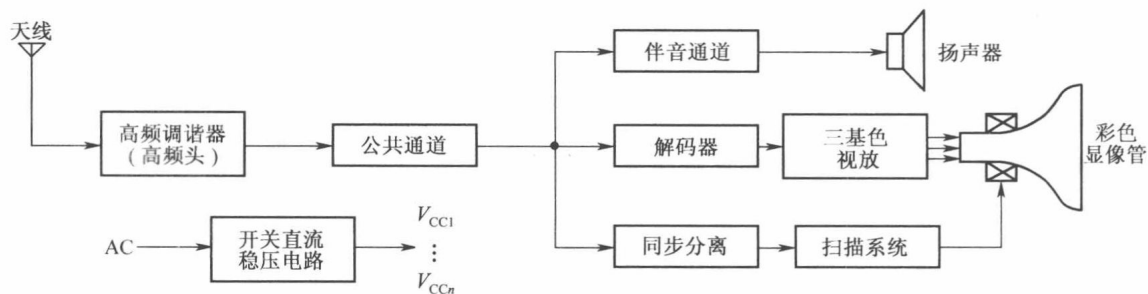

图 1-2 彩色电视接收机功能框图之一
(1) 在公共通道末端分离两种信号(与黑白电视机的情况相同),优点是中放电路结构较简单,但对电路要求较高,电路功能方框图如图 1-2 所示。